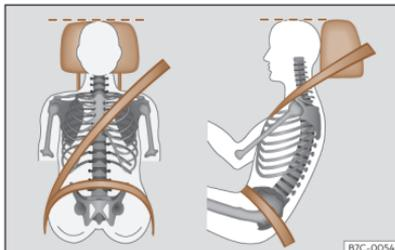

Fig. 32 Banda del cinturón y apoyacabezas ajustados correctamente.
- Mantenga la nuca lo más cerca posible del apoyacabezas >>> **fig. 32**.
- Ajuste longitudinalmente el asiento de forma que pueda pisar a fondo los pedales con las rodillas ligeramente flexionadas y que quede una distancia entre la zona de las rodillas y el tablero de instrumentos de al menos 10 cm (4 pulgadas) >>> **fig. 32**.